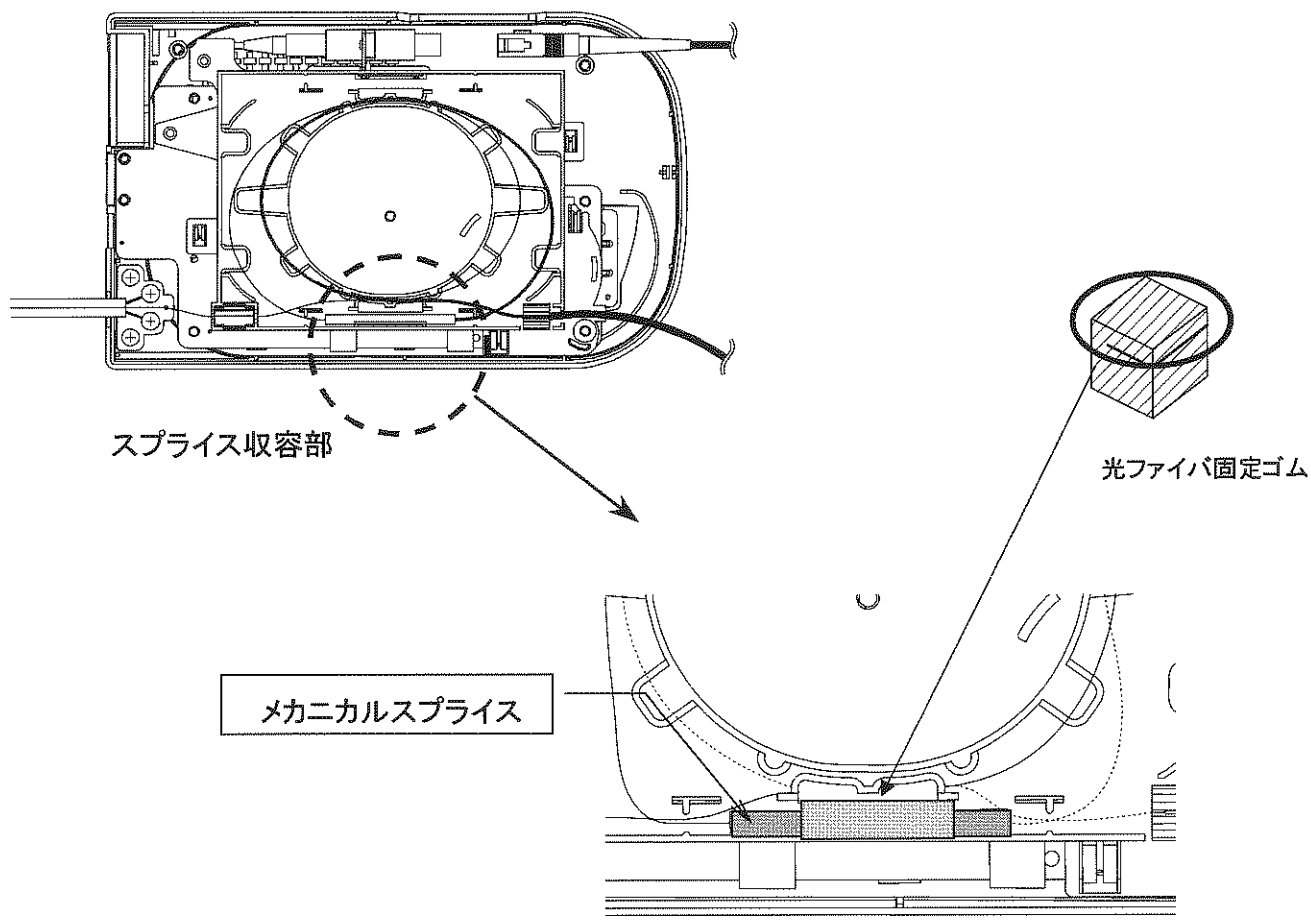

図 4-18 内部接続用ケーブルの余長処理
スプライストレイのスプライス收容部にメカニカルスプライスを收容します。本製品付属の光ファイバ固定ゴム(付属品⑥)の上端部(切れ目の薄い方)をハサミ等で切り取り、メカニカルスプライスの上からスプライス收容部に押し込み固定します。(図 4-18 参照)